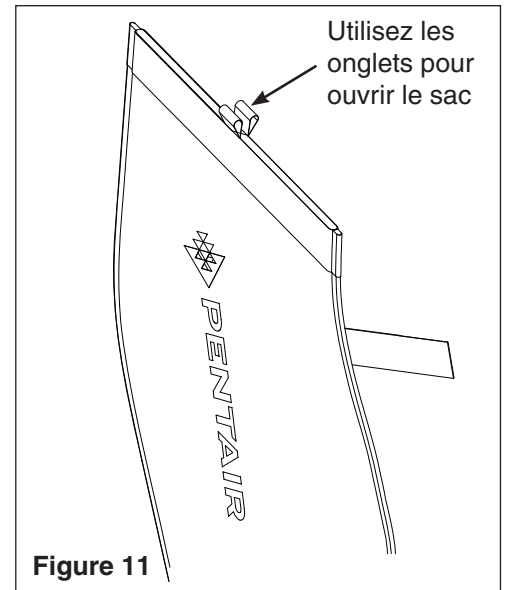

Figure 11
3. Ouvrez la fermeture du sac en écartant les onglets en tissu au haut du sac (**Voir Fig. 11**). En tenant le fond du sac, retournez-le pour vider les débris par le haut. Si nécessaire, rincez le sac avec un tuyau d'arrosage.